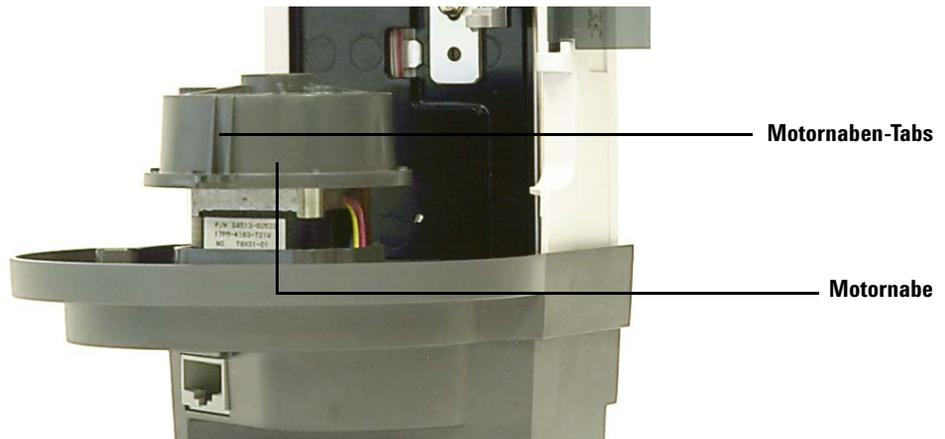

Abb. 94 Nach außen weisende Tabs der Motornabe
- 9 Drehen Sie die Motornabe, sodass die Tabs auf der Motornabe nach außen zeigen (Abb. 94).